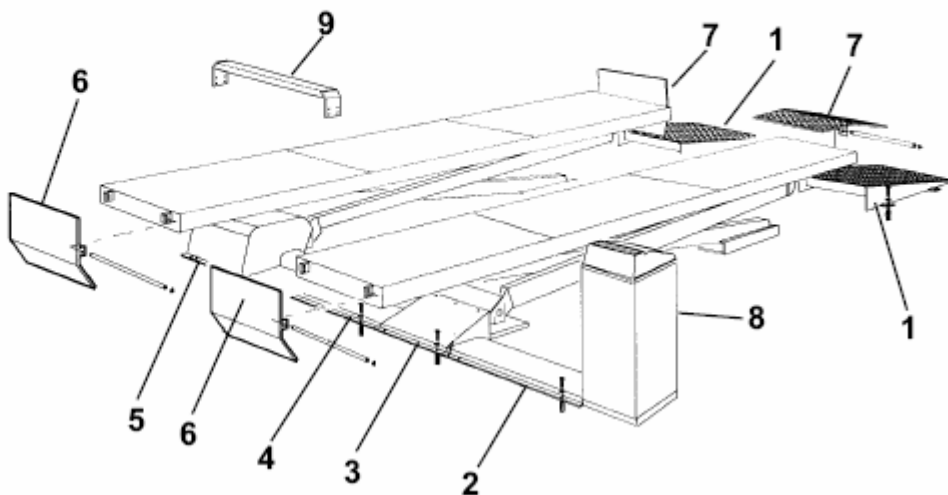

Рис. 34
К Рис. 34. Установите въездные рампы (1) и, используя отверстия в скобах в качестве шаблона, просверлите 12-мм отверстие на глубину 80 мм. Вставьте соответствующие болты и крепко затяните их.
К Рис. 34 – Установка противооткатных устройств (7-6).